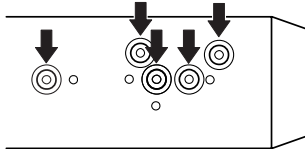
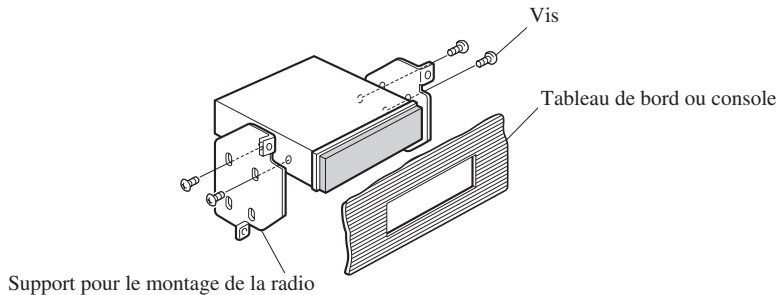

Fig. 9
Fig. 10
2. Fixation de l'appareil au support pour le montage de la radio installée par le constructeur. (Fig. 9) (Fig. 10)